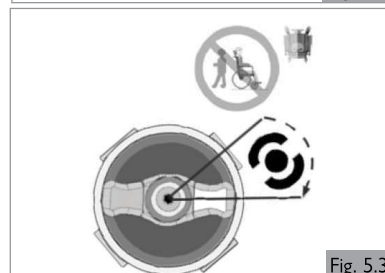
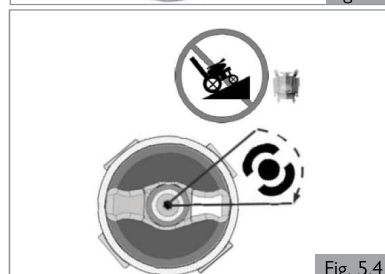

Fig. 5.3
Fig. 5.4
2. Pour le débrayage des moteurs (Fig. 5.3 et Fig.5.4).